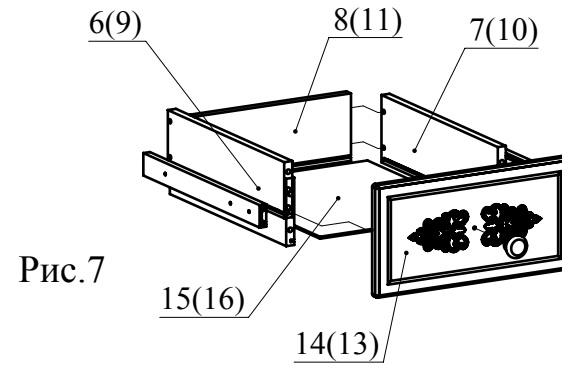

Рис.7
5. Соберите ящики. Для этого соедините детали 6(9),7(10) и 8(9) с помощью конфирмат. Затем вставьте деталь 15(16) в пазы. Соедините детали 13(14) и 6(9),7(10), затяните головки минификс. Внутренние планки телескопических направляющих закрепите на деталях 6(9) и 7(10) шурупами 3,5x16 (Рис. 7). С помощью шурупа 4x40 прикрутите ручки на детали 12.